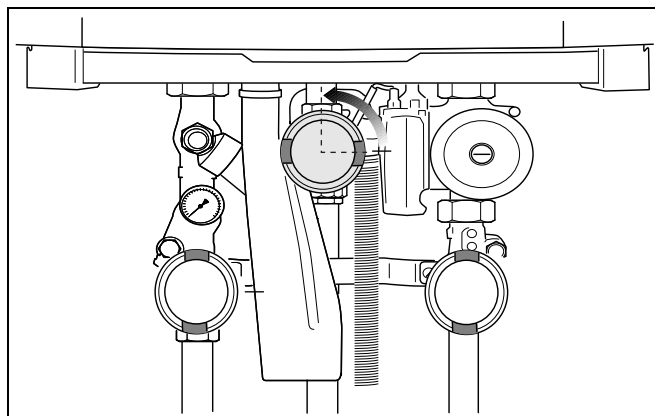

Рис. 72 Открытие крана для подачи газа
- Медленно открыть газ. Для этого нажать кран для подачи газа и повернуть влево на ¼ оборота (рис. 72).
- Медленно открыть газ. Для этого нажать кран для подачи газа и повернуть влево на $\frac{1}{4}$ оборота (рис. 72).
- Медленно открыть газ. Для этого нажать кран для подачи газа и повернуть влево на ¼ оборота (рис. 72, стр. 53).
- Снова открыть кран подачи газа. Для этого нажать кран для подачи газа и повернуть влево на четверть оборота (рис. 72).